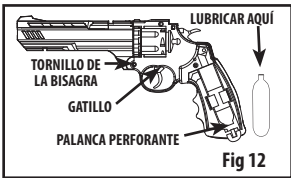

Fig 12
- Lubrique la palanca perforante, el gatillo y el tornillo de la bisagra (Fig. 12) cada 250 disparos.